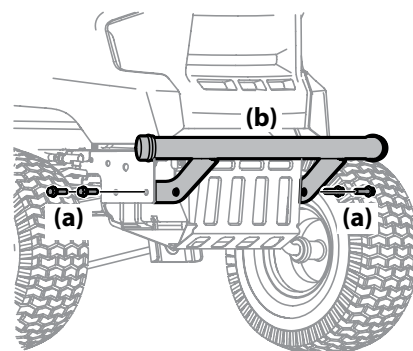

Figura 2-10
2. Posicione os suportes do para-choque do lado de dentro do chassi do trator e fixe-os no lugar com os quatro parafusos sextavados (a) do flange. Veja Figura 2-10.